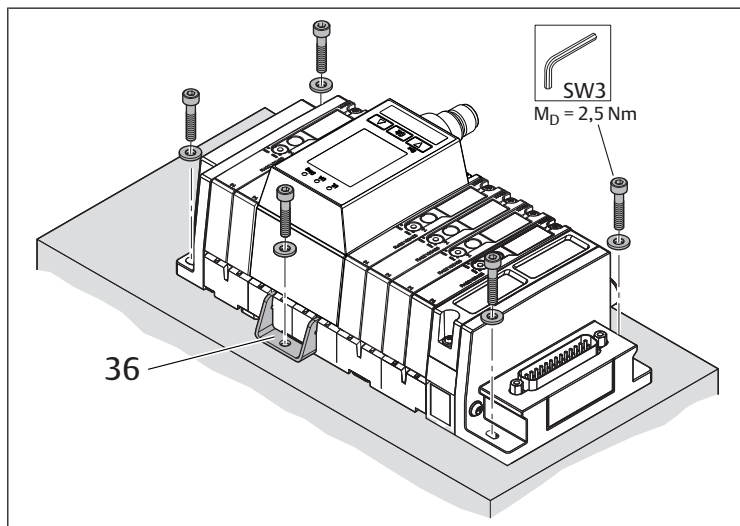

Bild 11: Ventilsystem med festsatt fästvinkel, exempel
- ▶ Stabilisera ventilsystemet genom att montera en extra fästvinkel (36) (se bild 11). Man behöver inte demontera ventilsystemet för att göra detta. Tumregel: vid fler än 17 ventilplatser krävs en extra fästvinkel för var 8:e ytterligare ventilplats. Exempel: